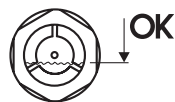

Fig. 6 : Niveau d'huile dans le verre-regard
- Injectez lentement l'huile à l'aide de la seringue. 5 à 10 minutes sont nécessaires pour que l'huile atteigne le même niveau dans les deux chambres à huile. La quantité d'huile est correcte lorsque le niveau d'huile se trouve au tiers inférieur du verre-regard (fig. 6). Le volume d'huile nécessaire est fonction de la position de montage, valeurs de référence : cf. tableaux 3 et 4.